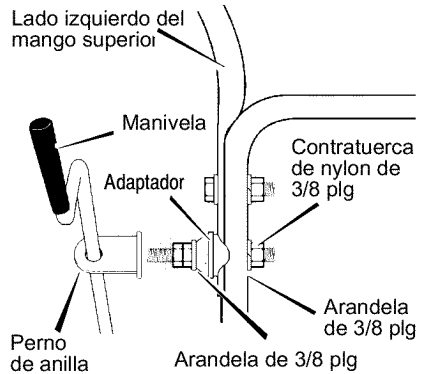

Figura 47
4. Retire los sujetadores y el perno de anilla de los agujeros inferiores del mango inferior. Vea la Figura 47.